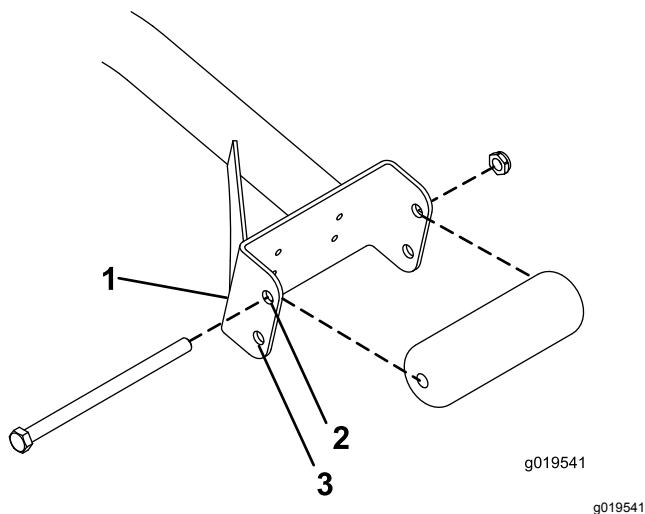

Рисунок 3
- Если используются режущие блоки шириной 27 дюймов, установите валики в верхние монтажные отверстия швеллеров (Рисунок 3).
- Если используются режущие блоки шириной 32 дюйма, установите валики в нижние монтажные отверстия швеллеров (Рисунок 3).